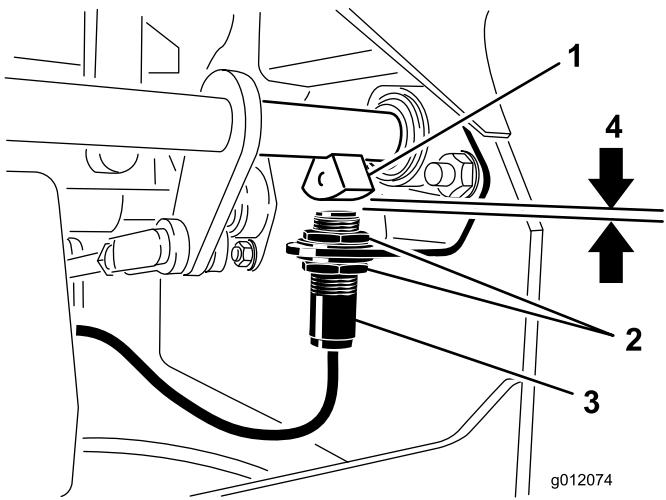

Figura 51
4. Figura 51 Spostate il microinterruttore verso l'alto o il basso, lungo la staffa, fino a quando la distanza tra il sensore dell'albero del freno e il pulsante del microinterruttore è di 3,9 mm.